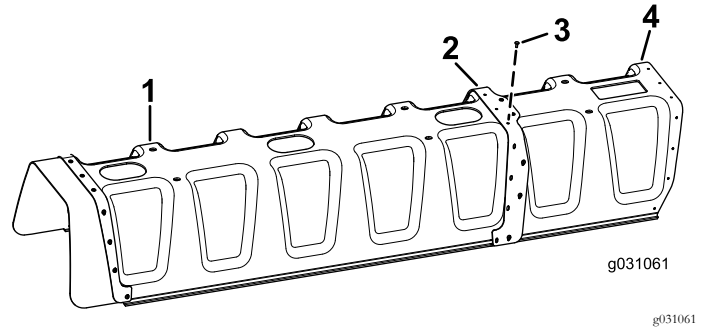

Figure 6
2. Montez 11 rivets aveugles (3/16" x 1/2") et rondelles (3/16") sur la plaque de renfort pour fixer le couvercle à 11 buses au couvercle à 12 buses (Figure 6).